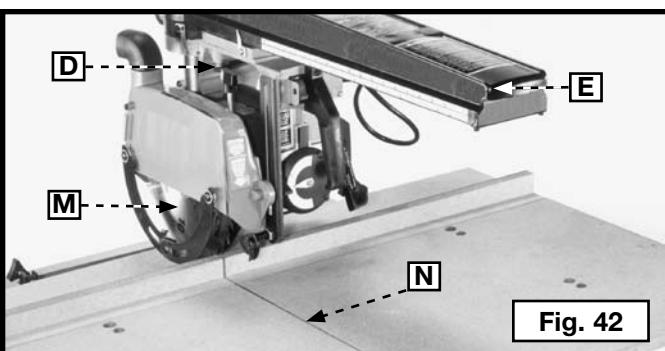

Fig. 42
5. Attendre que la lame de la scie (M) Figure 42 s'arrête, puis faire revenir la tête de coupe à l'arrière du bras (E). Remarquer les traits de scie (N) Figure 42 sur le banc.
**IMPORTANT :** Soulever le bras (E) Figure 42 avant d'essayer de le faire tourner. Effectuer la procédure de découpe dans les planches du banc pour chaque coupe d'angle séparée.